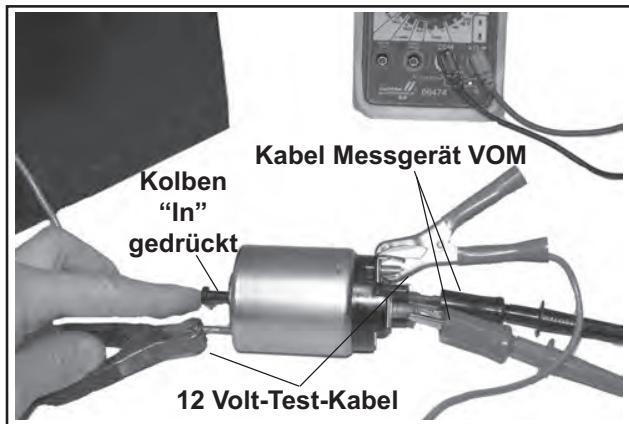

Abbildung 8-77. Durchgangstest Kontakt Magnet/
Einen Ohmmeter, der auf die Skala Rx2K oder auf Tonanzeigen eingestellt ist, verwenden und die beiden Kabel des Ohmmeters an die beiden großen Endverschlüsse anschließen. Den vorigen Test (3) ausführen und auf das Vorhandensein des Durchgangs prüfen. Siehe Abbildung 8-77. Das Messgerät sollte Durchgang anzeigen. Ist kein Durchgang vorhanden, muss der Magnet ausgetauscht werden. Den Test mehrmals wiederholen, um das Ergebnis zu bestätigen.